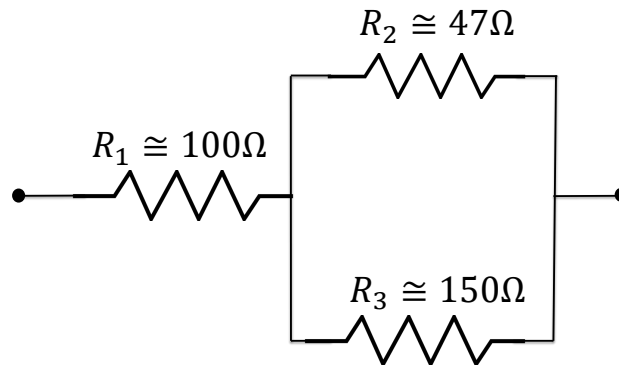

Figure 5
2. L'équation (1) est vérifiée en traçant le graphique de V en fonction de I . Déterminez les quantités correspondantes à la pente et à l'ordonnée à l'origine.
3. En utilisant les énoncés de la section *Théorie* de cette expérience, prouvez les équations (4) et (5) pour le circuit de résistances en série et celui en parallèle.
4. Trouvez l'expression de la résistance équivalente R_{mixte} en termes des résistances R_1 , R_2 et R_3 pour le circuit mixte de la Partie 5, donné à la Figure 5.
Reliez R_1 , R_2 et R_3 en un circuit mixte (série et parallèle) tel qu'illustré à la Figure 5. Mesurez la résistance équivalente R_m en utilisant un ohmmètre ou un multimètre. Insérez vos résultats dans un tableau comme le Tableau 4.